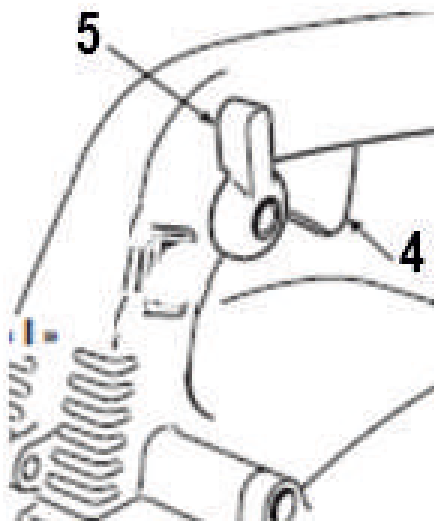

Рисунок 16
Скорость вращения двигателя должна быть пропорциональна типу работы и регулируется рычажком дроссельной заслонки (4) на верхней ручке (рис.16). Рычажок дроссельной заслонки можно удерживать на месте с помощью блокиратора (5) (рис.16).
- поверните блокиратор рычажка (5) вверх (рис.16).
- отпустите рычажок дроссельной заслонки (4) (рис.16).